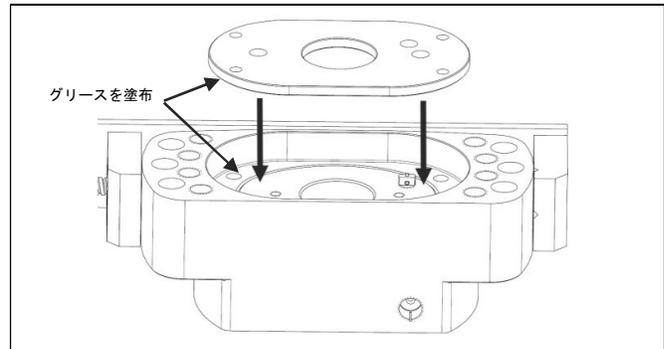
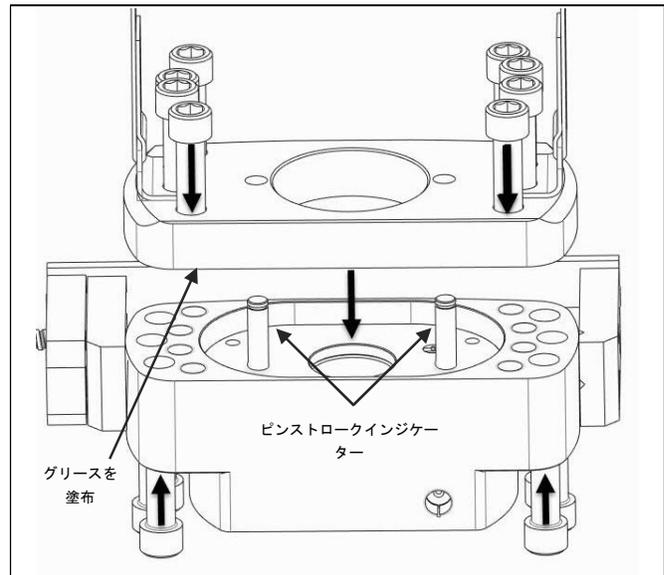

図 4.10 グリースの塗布、リリーフバルブアセンブリへの挿入、スプリングリテンションプレート下側への固定
図 4.11 グリースの塗布、ピストロックインジケータの挿入、制限プレートの本体への固定
b) 組み立て時に、リリーフバルブアセンブリとピストロックインジケータの位置合わせが維持されていることを確認します。（図 4.10／図 4.11）